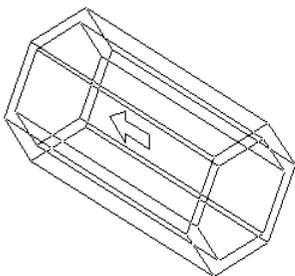

Рис. 120
9. В появившемся диалоговом окне Параметры (см. рис.120) для выдавливания трехгранной призмы задайте параметр глубины шестигранной призмы – На расстояние 100мм. Для операции «тонкой стенки» «создать тонкую стенку» толщиной 5мм (см. рис.121)\*.